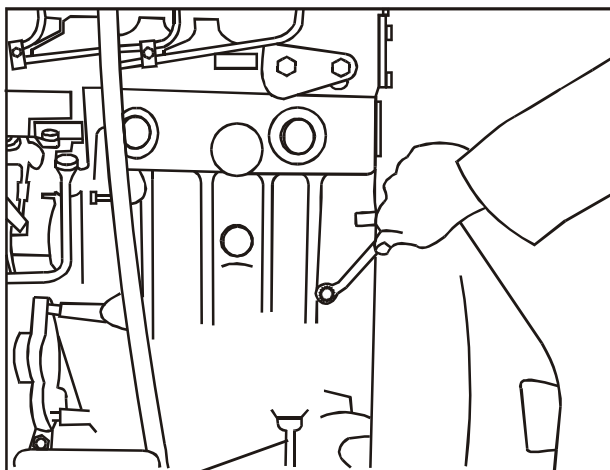

FIG 1
1. Drene todo o líquido de arrefecimento, **Fig.1.**